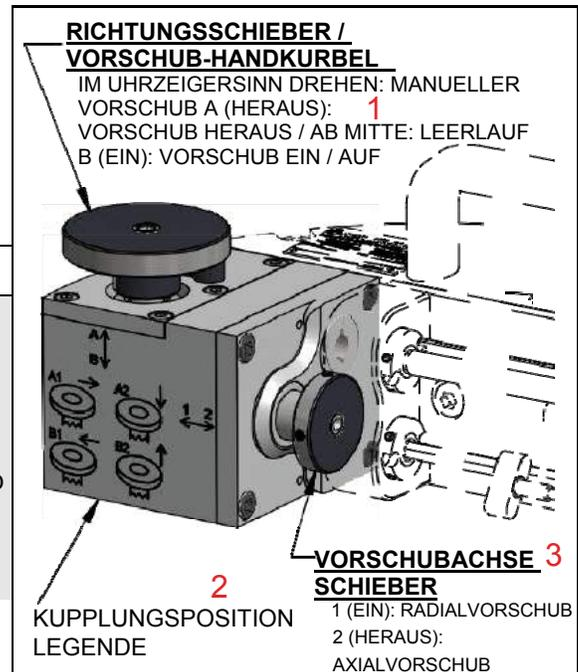

ABBILDUNG 3-33. VOR-STEUERELEMENTE (FF1200 DARGESTELLT)
6. Einstellen des Schaltknopfs der Vorschubachse auf Position 1 (radial) (Abb. 3-33).